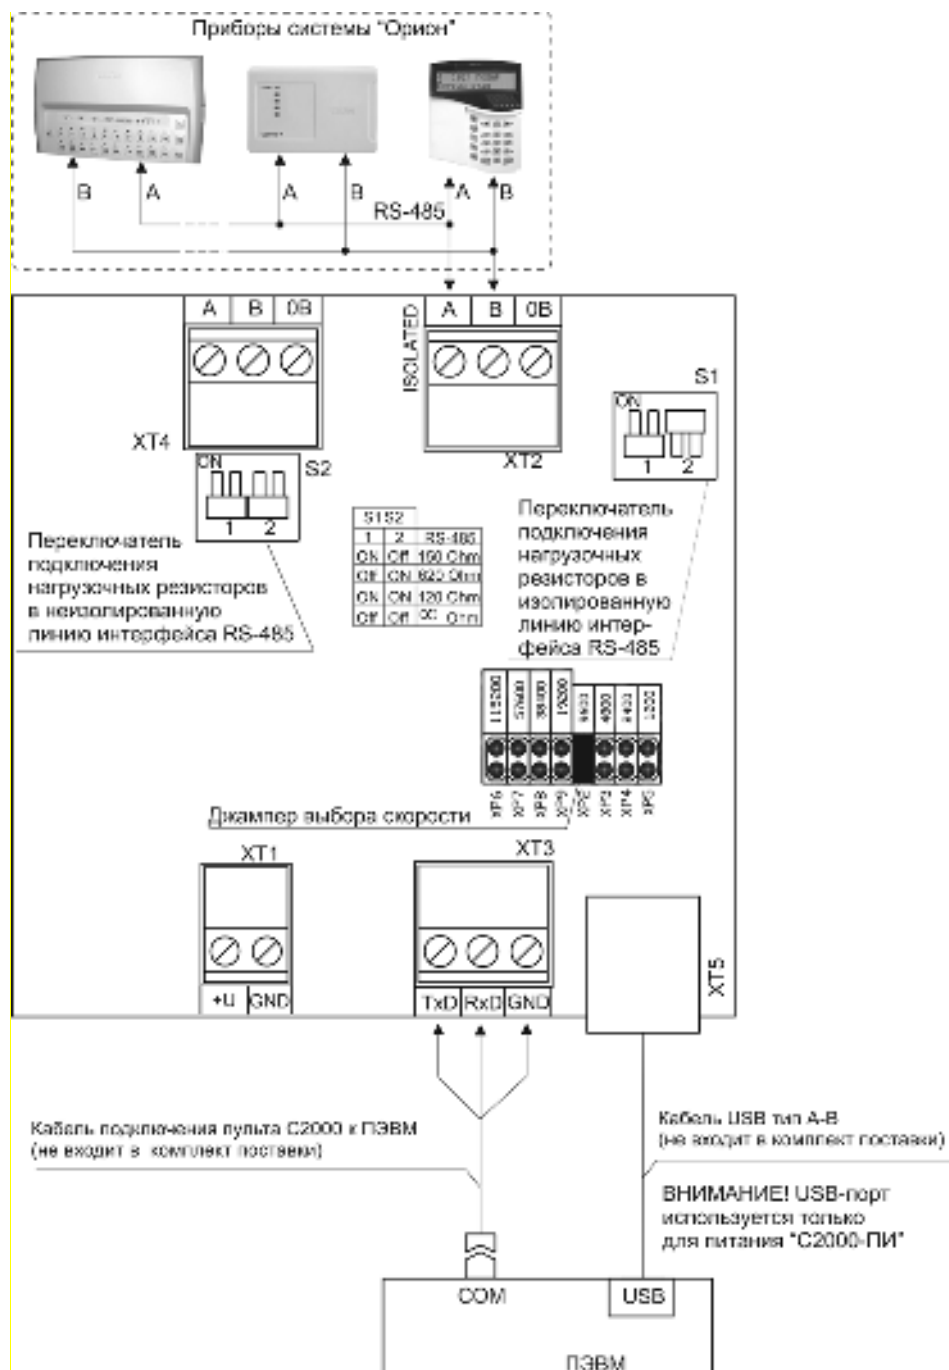

Рисунок 4. Схема внешних соединений «C2000-ПИ» в режиме преобразователя интерфейсов RS-232/RS-485
2.2 Монтаж соединительных линий производится в соответствии с рис. 4, 5.
4.2.2 Подключите кабель подключения пульта С2000 к ПЭВМ к разъему ХТ3 преобразователя и к COM-порту компьютера (см. рис.4).
4.2.3 Подключите кабель USB тип А-В к разъему ХТ5 преобразователя и к USB-порту компьютера (см. рис.4).